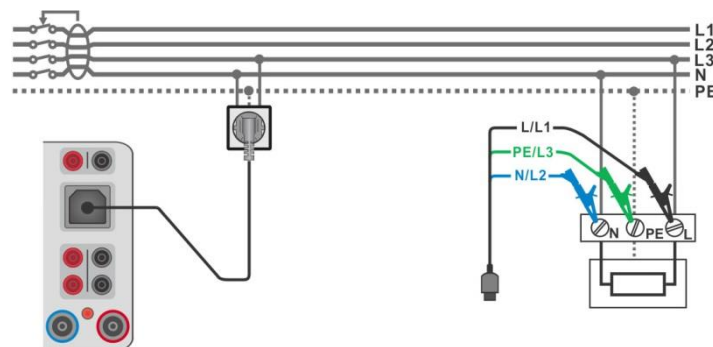

Abbildung 6.73: Anschluss des Commander-Prüfsteckers und des 3-Leiter Prüfadapters
- › Verbinden Sie das 3-drahtige Prüfkabel oder das Steckerprüfkabel mit dem zu prüfenden Objekt, siehe **Abbildung 6.73**.